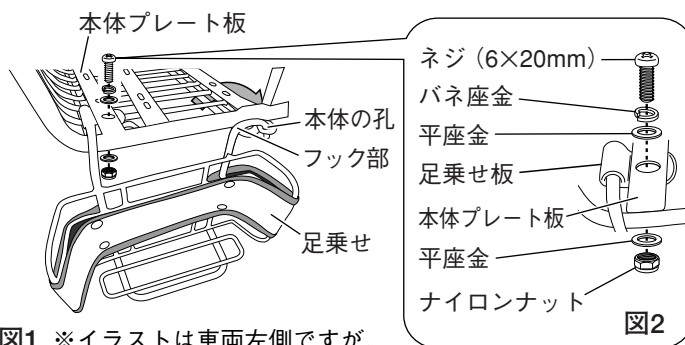

図1 ※イラストは車両左側ですが、右側も同様に組み付けます。
1. 足乗せを横に傾けながら、足乗せ板を本体プレート板の下に入れ込みます。（図1・2・3）
2. 傾きを戻しながら、フック部を本体の孔に差し込みます。（図1）